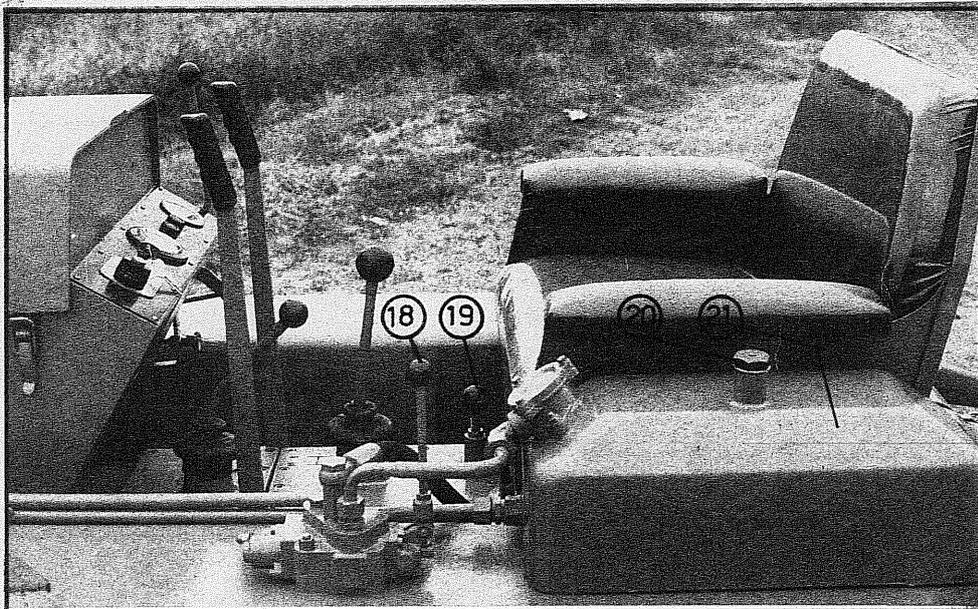

Fig. 4
### -MOTORE V.M. (Fig. 4 e 5)
### SOLLEVATORE IDRAULICO E COMPLETAMENTO A TRE PUNTI (Fig. 4 e 6)
- SOLLEVATORE IDRAULICO (fig.4)